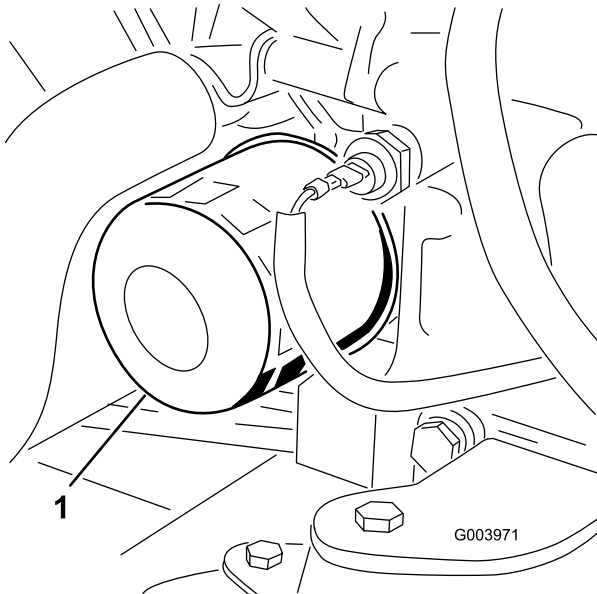

Bild 41
3. Entfernen Sie den Ölfilter (Bild 41).